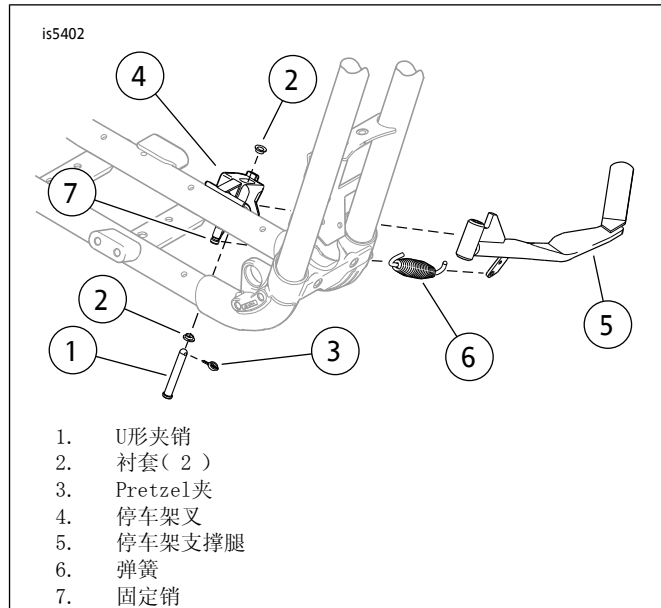

图2。停车架
2. 参见图2。将停车架支撑腿置于收回位置并拆下蝶形夹（3）。